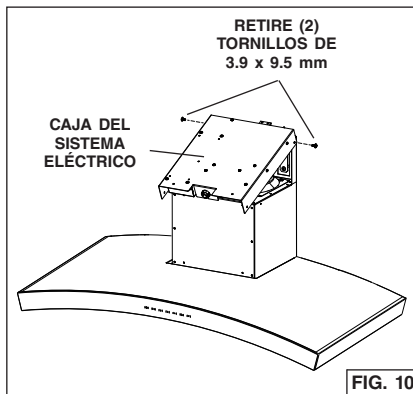

FIG. 10
1. Retire la caja del sistema eléctrico del bastidor de la chimenea quitando (2) tornillos de 3.9 x 9.5 mm. Fig. 10.
2. Fije la caja del sistema eléctrico al bastidor usando (2) tornillos de 3.9 x 9.5 mm que quitó en el Paso 1 y (2) tornillos de 3.9 x 9.5 mm y (2) arandelas planas de la bolsa de herrajes.